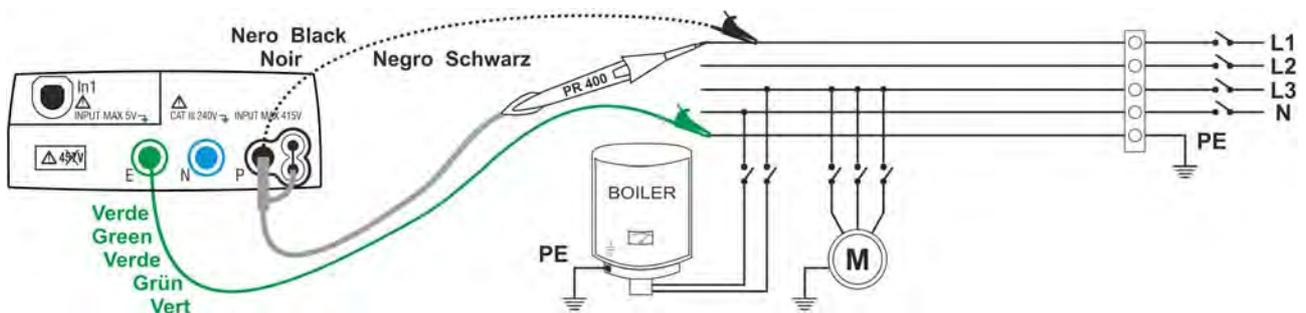

Fig. 8 : Vérification de l'isolement entre phase et terre par câbles simples et embout à distance
6. Connecter les crocodiles et/ou les embouts et/ou l'embout à distance aux extrémités des conducteurs sous test comme d'après les Fig. 8 et Fig. 9.